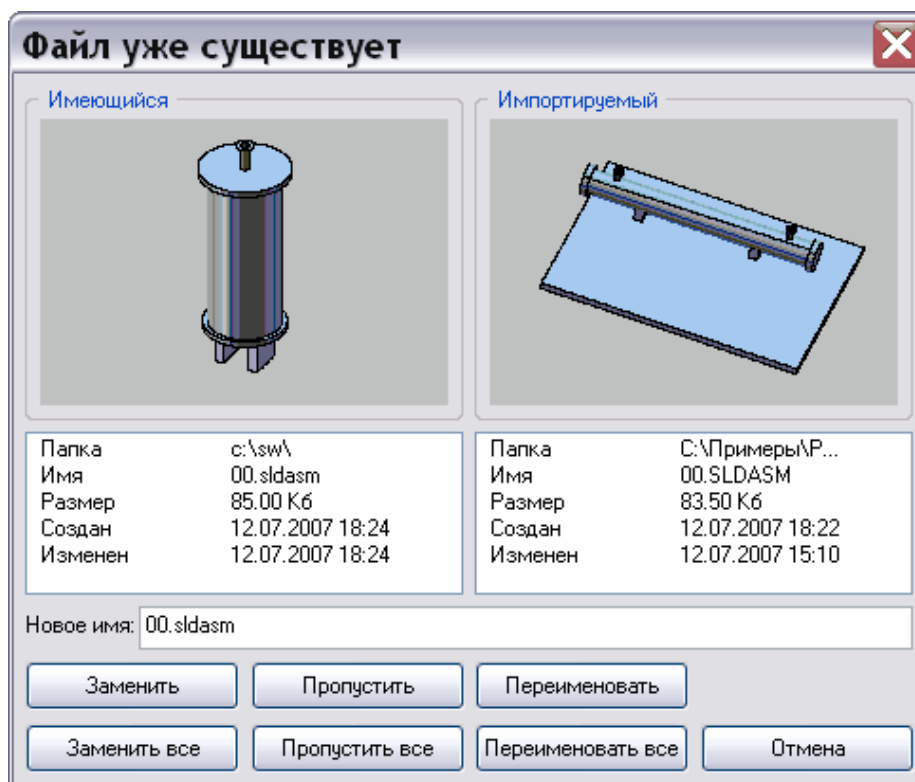

Рис. 27
3. Нажмите на кнопку **Открыть**. При этом откроется диалоговое окно **Файл уже существует** (Рис. 27).